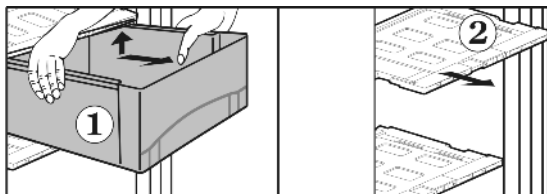

Fig. 16
- Выдвижные ящики Fig. 16 (1) извлеките до упора.
- У снятого выдвижного ящика крышку Fig. 16 (2) с регулятором влажности освободите из фиксаторов сверху, извлеките вперед.